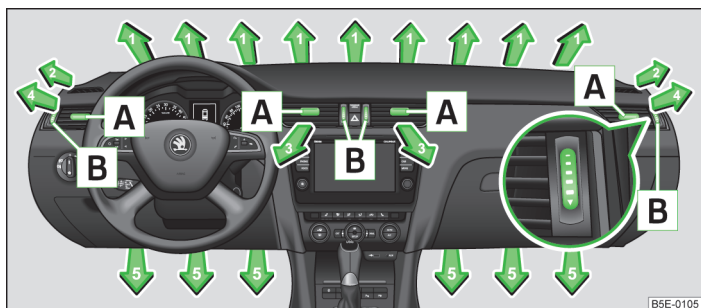
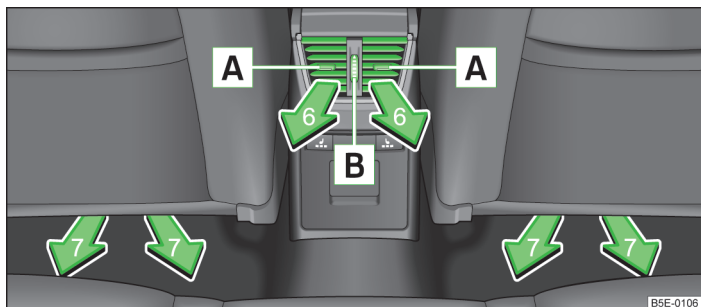

Fig. 105 Diffuseurs d'air avant
Fig. 106 Diffuseurs d'air arrière
Les diffuseurs d'air 3, 4 fig. 105 et 6 fig. 106 offrent la possibilité de modifier la direction du débit de l'air et peuvent s'ouvrir et se fermer séparément.
- Pour modifier la hauteur du flux d'air, faites pivoter les lamelles horizontales à l'aide de l'élément de réglage coulissant **A** fig. 105 ou fig. 106 vers le haut ou vers le bas.
- Pour modifier la direction latérale du flux d'air, faites pivoter les lamelles verticales à l'aide de l'élément de réglage coulissant **A** fig. 105 ou fig. 106 vers la droite ou la gauche.
- Faites tourner la molette **B** fig. 105 ou fig. 106 vers le haut ou vers le bas.
Nous vous recommandons de laisser les diffuseurs d'air 3 » fig. 105 à la page 102 ouverts dans tous les modes de service.